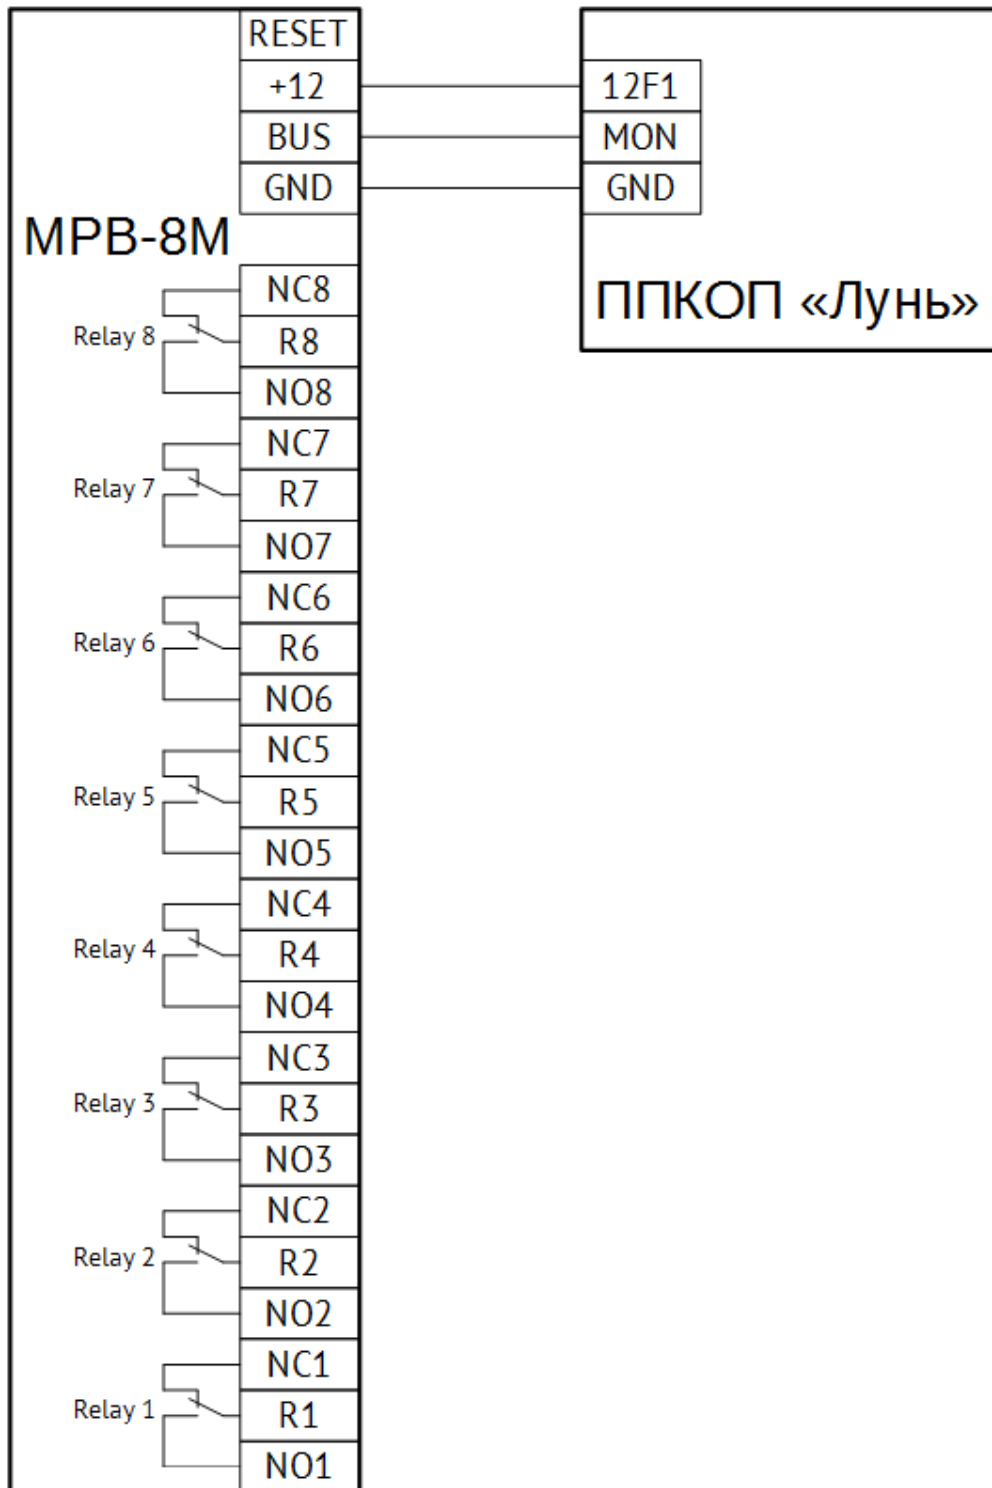

Рисунок 2: Схема подключения модуля «MPH-8M» к ППК
7. Присоединить провода линий связи с внешним оборудованием к клеммам модуля согласно схемам проекта оборудования объекта и схеме подключения внешних устройств модуля (см. рисунок 2);